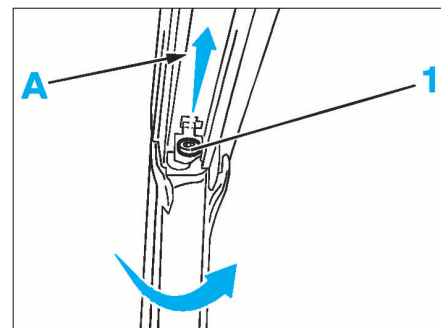

FIG. 45
- Déposer (Fig.45) :
- la fixation (1)
- la vitre fixe en la tirant vers (A), et par l'extérieur de la porte tout en la faisant pivoter vers la gauche afin de faire passer la coulisse.